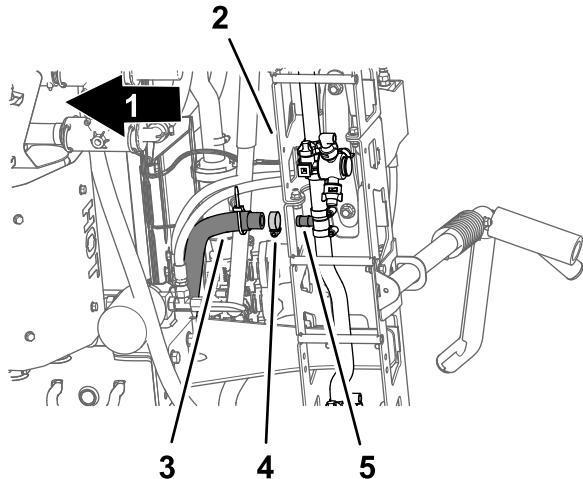

Figura 34
5. Sotto la sezione di irrorazione centrale, rimuovete la fascetta stringitubo che fissa il flessibile di alimentazione per la sezione di irrorazione centrale al raccordo a T dentellato (Figura 34).